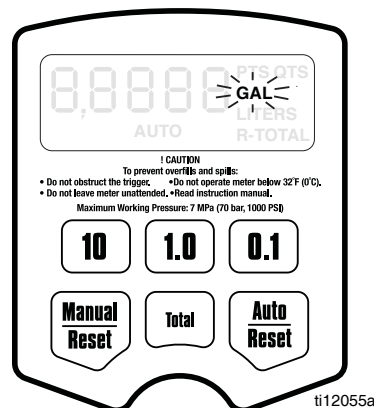

ABB. 25
- b. Drücken Sie die Taste für **Automatik / Zurücksetzen** und halten Sie diese niedergedrückt, um die Anzeige des Menüs der Dosierungseinheiten (ABB. 25, Seite 17)
## Dosierungseinheiten (ABB. 25)